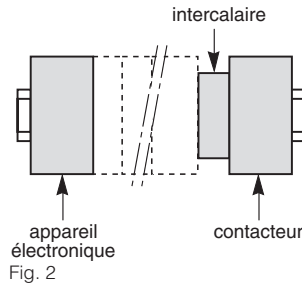

Fig. 2
Contacteurs + appareils électroniques (fig. 2 et 3)
- dans un coffret une rangée, éloigner les appareils ; exemple (fig. 2) : contacteur à droite, appareil électronique à gauche